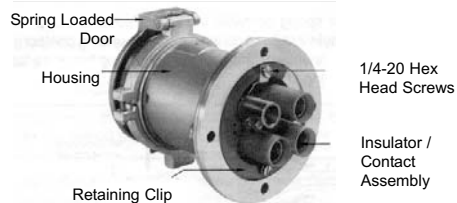

Figure 2. Ensemble contact / isolant (Style 2)
- Enlever l'ensemble isolateur-contact et la coupelle de retenue en soulevant les tubes d'isolation de l'ouverture de contact. Il n'est pas nécessaire d'enlever l'isolateur avant. Enlever la coupelle de retenue. Voir la figure 2.